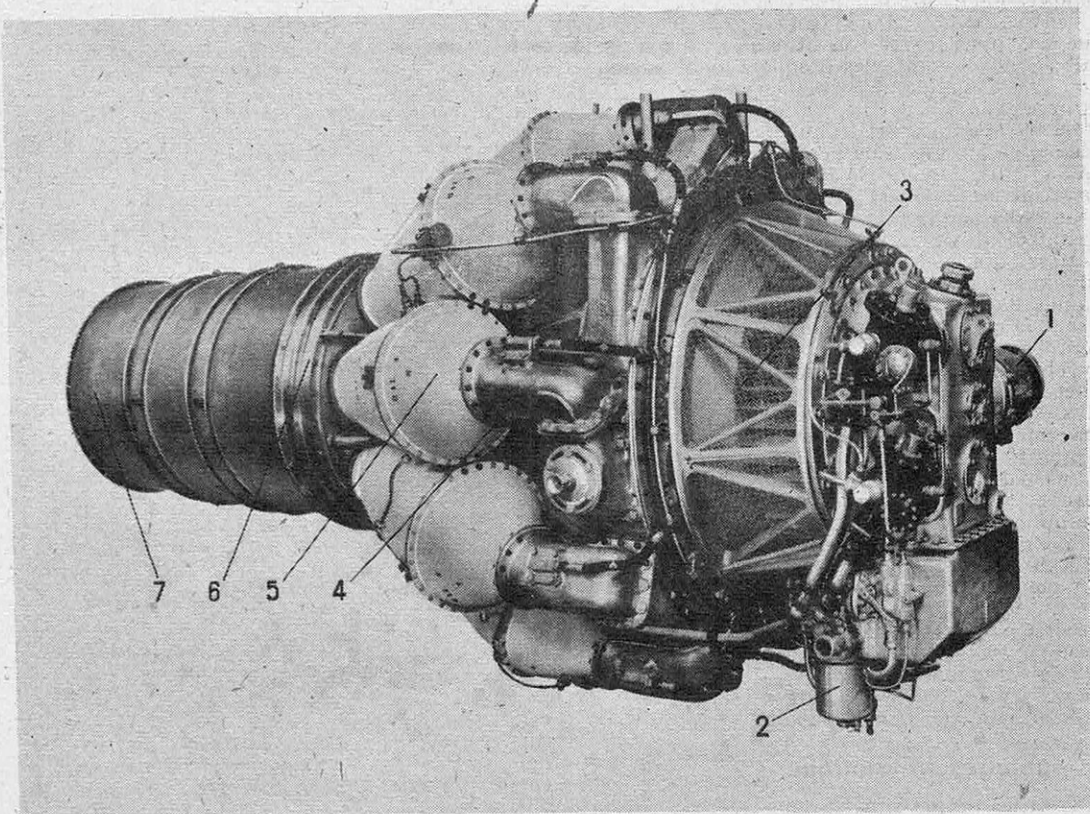

FIG. 2. — LE TURBORÉACTEUR ROLLS-ROYCE « NENE »
De même principe que son prédécesseur, le « Derwent », célèbre par le record du Gloster « Meteor » (1), le « Nene » (fig. 2) n'en diffère que par les dimensions et les poids plus importants et par la puissance beaucoup plus élevée. Le compresseur centrifuge se compose d'une roue à double entrée, à laquelle fait suite un diffuseur équipé de neuf déflecteurs tangentiels qui dirigent l'air par des conduits coudés aux neuf chambres de combustion. Celles-ci sont disposées autour de l'axe du rotor et dirigées suivant les génératrices d'un tronc de cône. De conception classique, elles comportent un tube de flamme en nimonic 75 au nickel-chrome, percé de trous pour le passage de l'air primaire à l'extrémité avant et de l'air de refroidissement en son milieu. L'injection de carburant se fait en tête du tube dans le sens du courant.